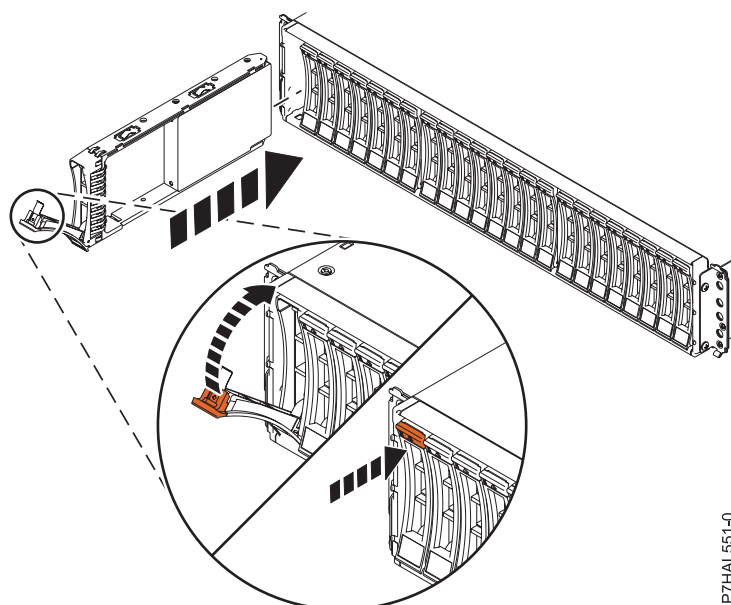

Figura 7. Instal·lació de la unitat de disc a Allotjament de la unitat de disc 5887
1. Amb la nansa en posició desbloquejada, consulteu Figura 7 a la pàgina 17, aguanteu la part inferior de la unitat mentre l'alineeu amb les guies de la unitat d'expansió.